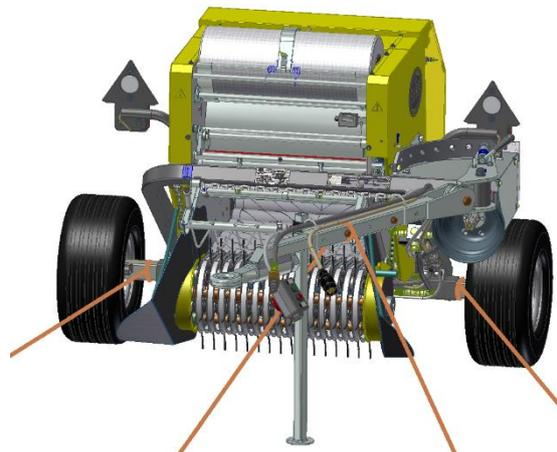

Abb. 16 Verankerung
- Die empfohlenen Verankerungspunkte sind auf dem Fahrgestell in der Nähe der Räder und auf der Deichsel ersichtlich, wie die (Abb. 16) zeigt.
- Die Maschine muss auf ein anderes Transportmittel (z.B. einen Anhänger) geladen, fest angebunden und mittels Verankerungsseilen am Flachboden befestigt werden, wie die Abb. 16 zeigt.